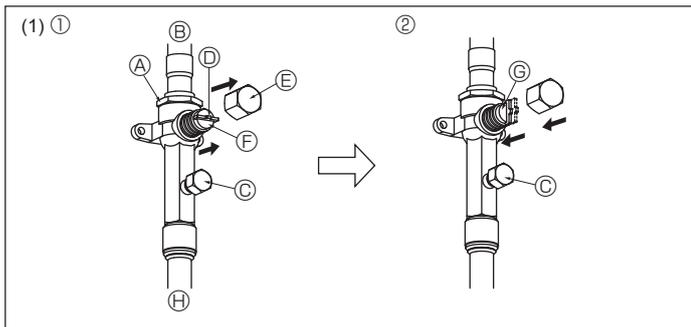
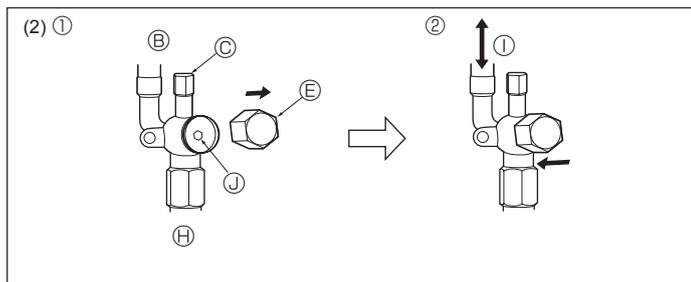

Fig. 4-10
Fig. 4-11
- (1) Lato del gas (Fig. 4-10)
- ① Rimuovere il cappuccio, tirare la maniglia verso di sé e ruotare di 1/4 di giro in senso antiorario per aprire.
- ② Assicurarsi che la valvola d'arresto sia completamente aperta, spingere in dentro la maniglia e riportare il cappuccio alla posizione originale.
- (2) Lato del liquido (Fig. 4-11)
- ① Togliere il cappuccio e girare fino a quando è possibile l'asta della valvola in senso antiorario utilizzando una chiave esagonale N° 4. Smettere di girare quando si urta l'otturatore.